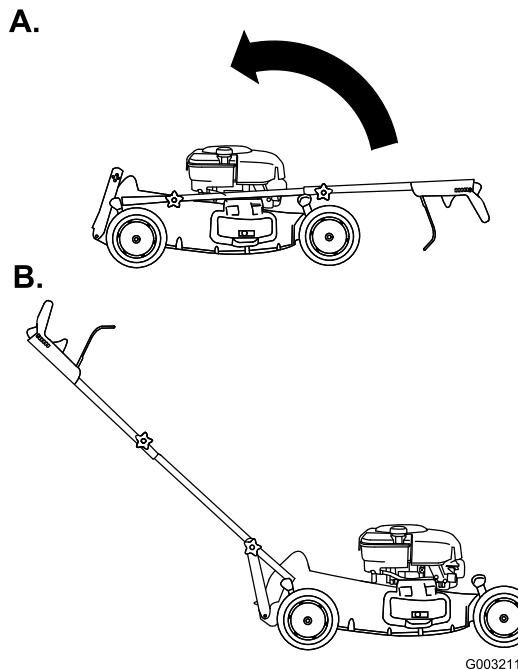

Figure 5
4. Rabatbez le guidon en arrière (Figure 5).